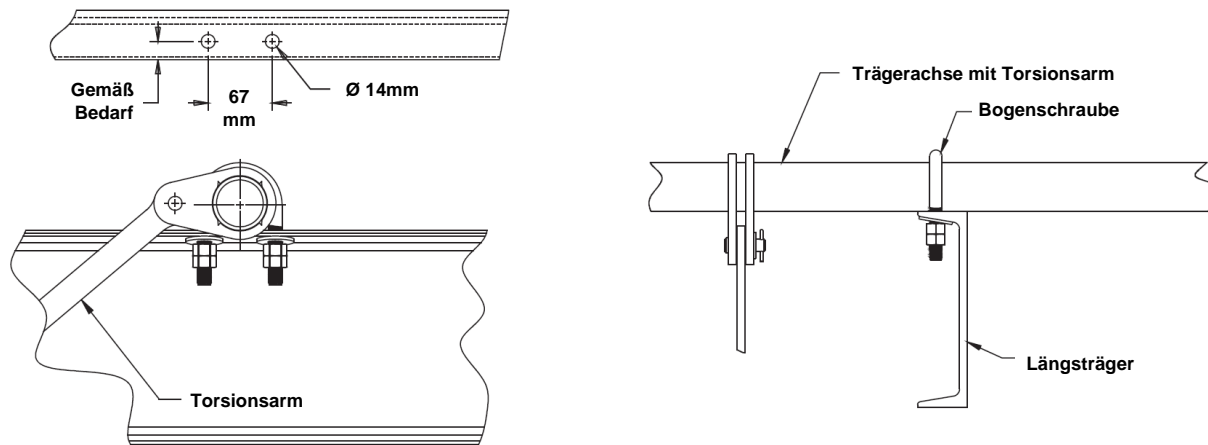

Abb. 4 – Installation der Trägerachsen
2. Markieren Sie die Position der Trägerachsen auf den Längsträgern gemäß Abb. 4.